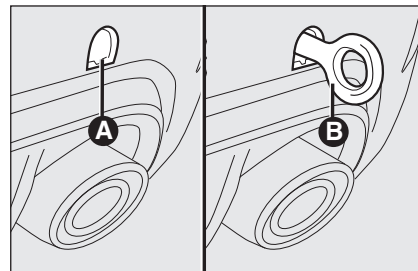

fig. 43
- décrocher le bouchon **A** (qui se trouve uniquement dans la partie arrière fig. 43);